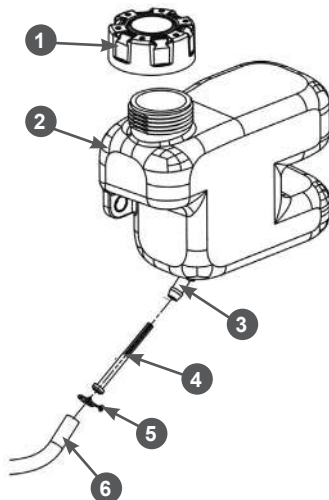

Рис. 18 Обслуживание топливного фильтра и топливного бака
- Снимите хомут 5 топливного шланга и снимите шланг 6 со штуцера 3 топливного бака (Рис. 18).
- Извлеките из топливного шланга 6 топливный фильтр 4 (Рис. 18). Проверьте его целостность и чистоту, при необходимости промойте чистым бензином или замените.